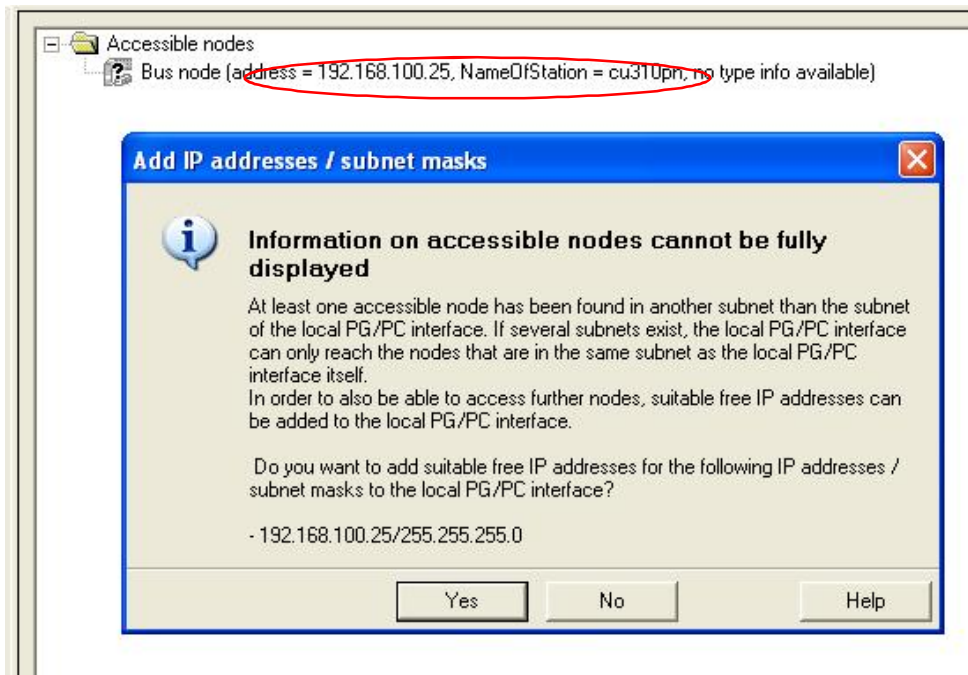

图 24 提示 PG/PC 与 S120 不在同一网段
2. 在图 24 所示的对话框中选择“No”，在搜索到的在线节点上点击右键，点击“Edit Ethernet Node”为该驱动重新分配一个与 PG/PC 同网段的 IP 地址，如 192.168.0.25，如下图所示。选择该驱动，点击“Accept”即可上载和在线连接驱动。
3. 在图 24 所示的对话框中选择“No”，依据搜索到的驱动修改 PG/PC 的 IP 地址到同一网段，如 192.168.100.1，选择该驱动，点击“Accept”同样可以上载和在线连接驱动。